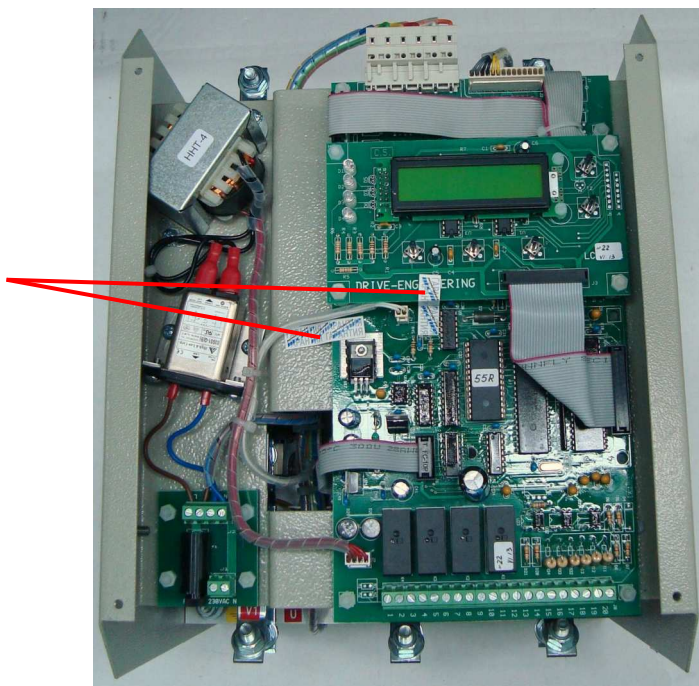

Рис. 8.3
- 8.15. Наклеить ремонтные гарантийные наклейки в соответствии с рис. 8.3.